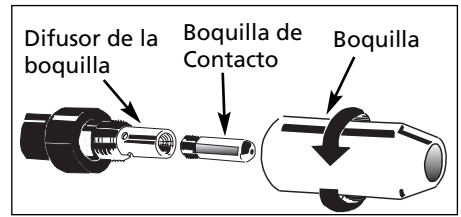

Figura 6 - Boquilla del Soplete
7. Remueva la boquilla girándola en sentido antihorario cuando se tira de ella hacia afuera. Luego desenrosque la punta de contacto desde el extremo del soplete. (Vea la Figura 6). Enchufe la soldadora en el receptáculo de abastecimiento de energía correcto.
9. Cuidadosamente deslice la punta de contacto sobre el alambre y atorníllela en el extremo del soplete. (Vea la Figura 6). Instale la boquilla girándola en el sentido de las manillas del reloj. Corte el alambre a aproximadamente 1/4 de pulgada de la boquilla.